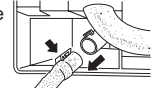

Figure 2
- Retirez le tuyau de vidange du côté arrière gauche de l'unité interne. (Figure 2)